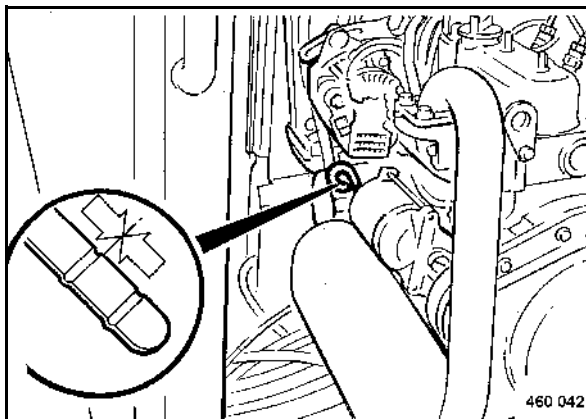

fig. 86
- Retirer la jauge d'huile (fig. 86), la nettoyer avec un chiffon propre non fibreux et l'introduire à fond.